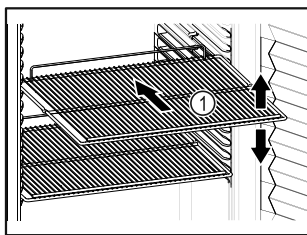

Fig. 55 Példaként szolgáló ábrázolás
- ❑ Ha a tárolófelületek Fig. 55 (1) áthelyezhetők, akkor igazítsa be őket a kívánt magasságnak megfelelően.